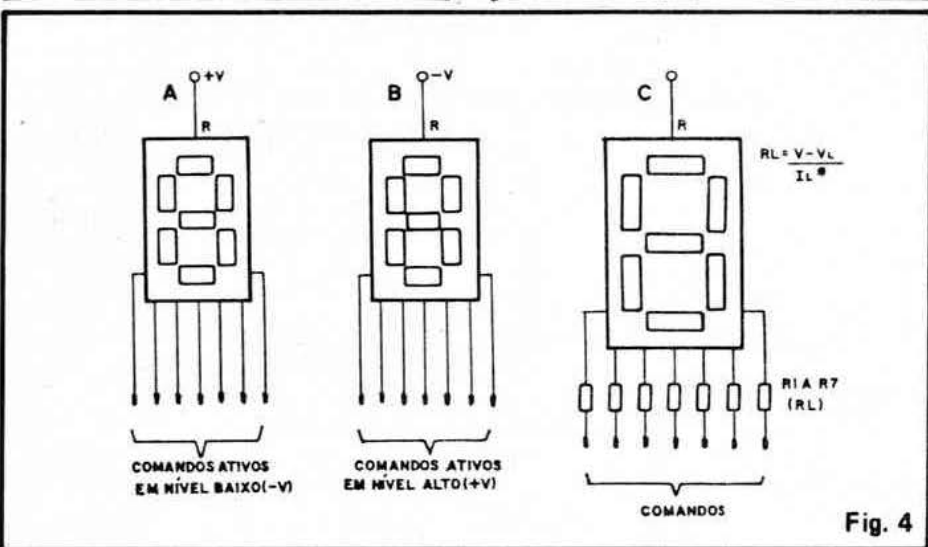

Fig. 4
- FIG. 4 - Dá as "dicas" de como "acender" o **display**. Em 4-A temos um **display** construído no tipo **anodo comum**. Nesse caso o terminal "R" vai ao **positivo** da alimentação e
NÃO PODEMOS ESQUECER, contudo, que LEDs têm parâmetros e limites a serem respeitados (ver a "AVENTURA DOS COMPONENTES..." à pág. 16 de A.P.E. nº 2) e assim (conforme mostra a fig. 4-C) sempre que a tensão de alimentação for **superior a 2V**, **obrigatoriamente** o terminal de **cada** segmento deve ser protegido através de um resistor, cujo